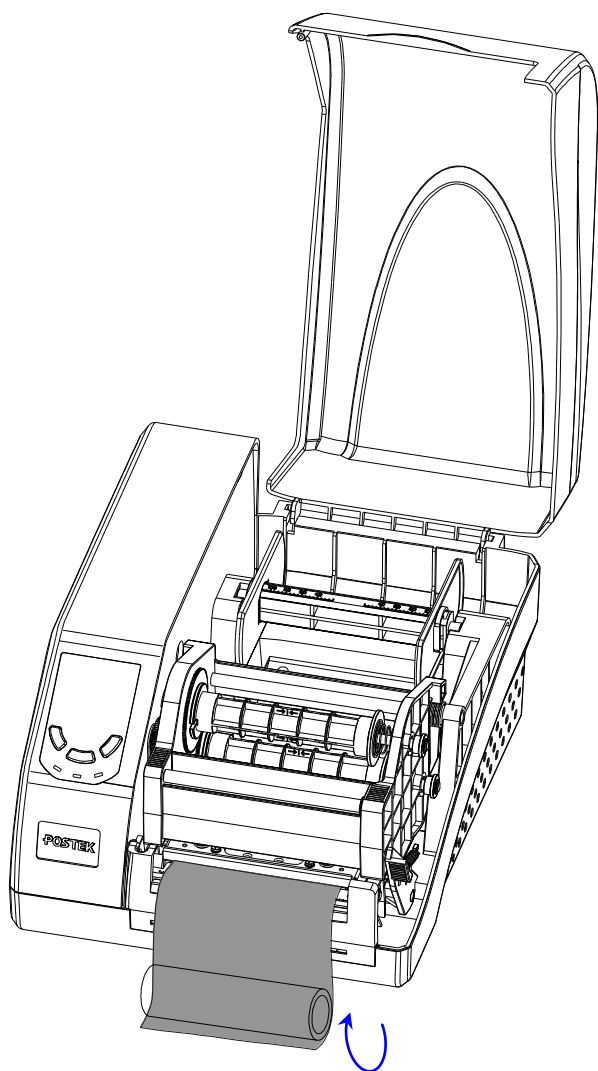

图 5-5
7. 放下打印头模组, 然后将碳带的带头卷到空卷芯上(图 5-5);